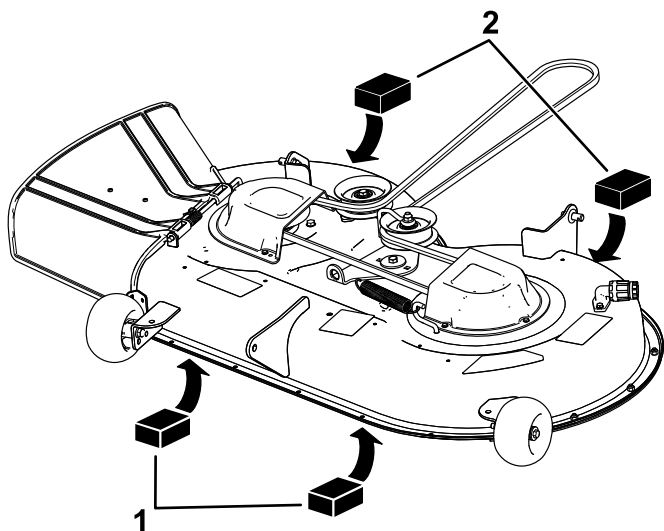

Figura 70
4. Coloque dois calços de 6,6 cm de espessura cada debaixo de cada lado da extremidade frontal da plataforma, mas não debaixo dos suportes do rolo antidanos (Figura 70).
5. Coloque dois calços de 7,3 cm de espessura cada debaixo da extremidade traseira da aba da plataforma de corte, um em cada lado da plataforma de corte (Figura 70).